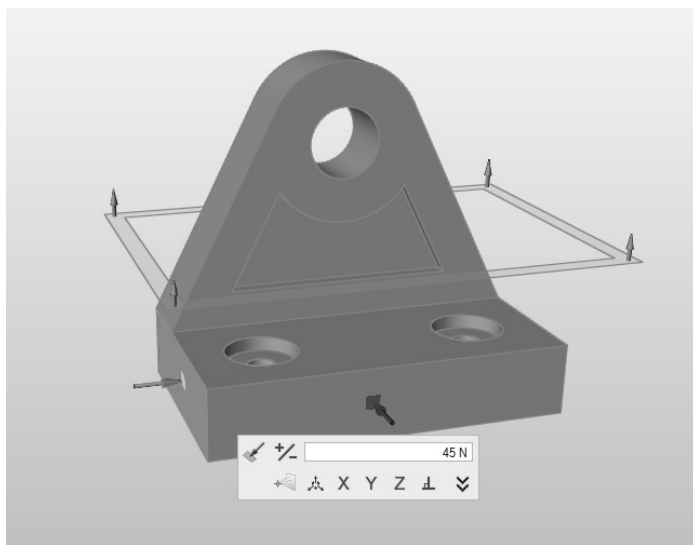

图 2-23
5) 在文本框中输入力的大小，即可编辑该力，或者单击 +/-、X、Y、Z 和  按钮改变其方向。此外，还可以继续选择其他的面以创建更多的力，如图 2-23 所示。